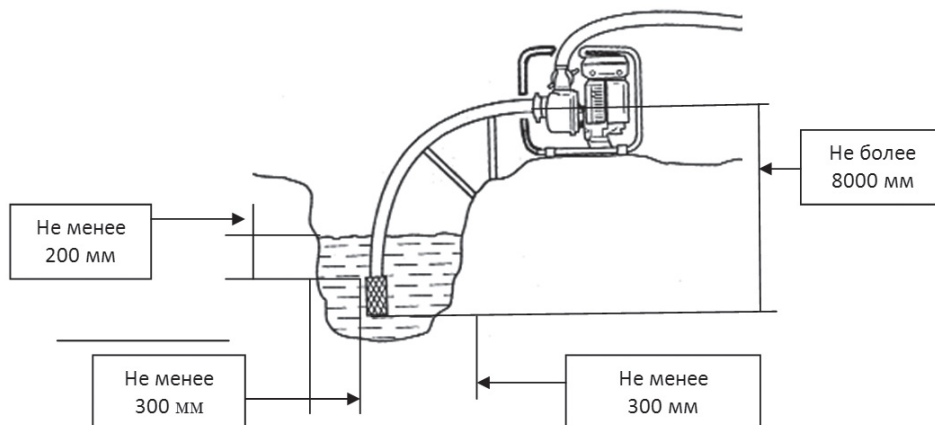

Рис.12
- Установите мотопомпу вблизи водоема (емкости) на твердую ровную горизонтальную поверхность, опустите фильтр всасывающего рукава в водоем(емкость), обеспечив вертикальное положение фильтра. При установке фильтра соблюдайте все необходимые расстояния, как показано на Рис. 12.